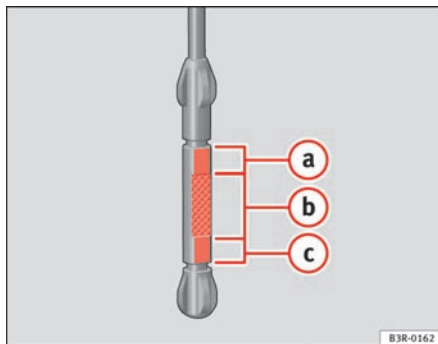

Fig. 173 Settori contrassegnati sull'astina di controllo olio
- In seguito, estrarla di nuovo e controllare il livello dell'olio ⇒ fig. 173. Se necessario, aggiungere olio ⇒ pag. 233.